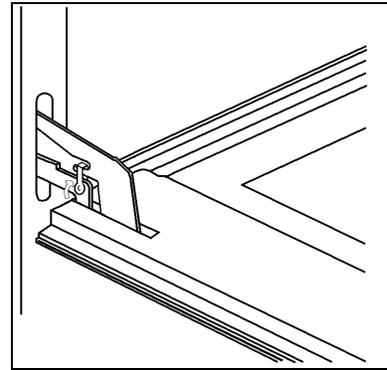

Abb. 8
- Drehen Sie die zwei Sicherungen an den Scharnieren um 60° (Abb. 8)